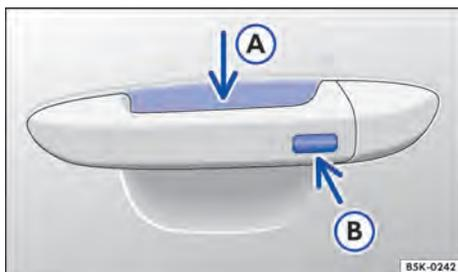

Fig. 52 Keyless Access: superfícies do sensor.
- Tocar o sensor → Fig. 52 (A) na parte interna da maçaneta da porta do condutor ou da porta do passageiro dianteiro.
- Tocar na superfície do sensor → Fig. 52 (B) na parte externa da maçaneta da porta do condutor ou da porta do passageiro dianteiro *uma vez*.
- Além disso, dentro de 5 segundos, tocar uma vez no sensor na parte externa da maçaneta da porta → Fig. 52 (B).
Para a **abertura de conforto** de todos os vidros elétricos e teto solar, empunhar a maçaneta da porta e manter pressionada, ao mesmo tempo, o sensor da parte interna da maçaneta → Fig. 52 (A) e a superfície do sensor (B).
Para o **fechamento de conforto** de todos os vidros elétricos e teto solar, manter um dedo durante alguns segundos sobre a superfície do sensor → Fig. 52 (B) no lado externo da maçaneta da porta do condutor ou do passageiro dianteiro até que os vidros estejam fechados.
Um forte jato de água ou de vapor pode ativar as superfícies dos sensores nas maçanetas se, ao mesmo tempo, uma chave do veículo válida estiver na área de aproximação. Se no mínimo um vidro estiver aberto e a superfície do sensor → Fig. 52 (B) em uma maçaneta da porta for ativada permanentemente, todos os vidros serão fechados. Se o jato de água ou de vapor se afastar brevemente da superfície do sensor → Fig. 52 (A) de uma maçaneta da porta e voltar a ser direcionado para ela, possivelmente todos os vidros se abrirão.